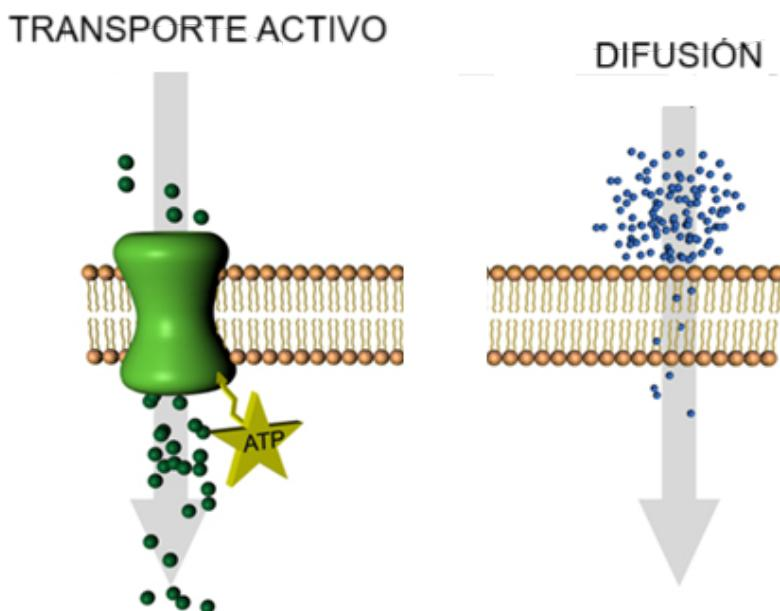

Figura 3: Movimiento de partículas a través de la membrana. Imagen extraída y modificada de
4) Analicen la Figura 3 e indiquen cuál de los dos procesos se observa en las experiencias.